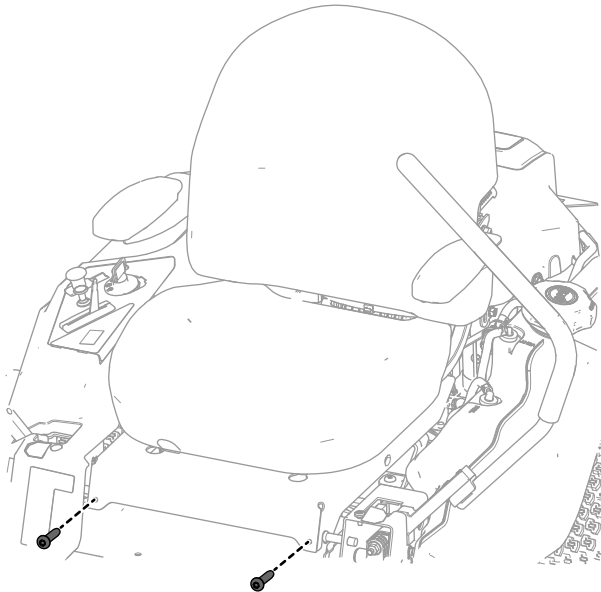

Figure 5
1. Fixez la base du siège sur la tige de pivot à l'aide des 2 boulons retirés précédemment (Figure 5).